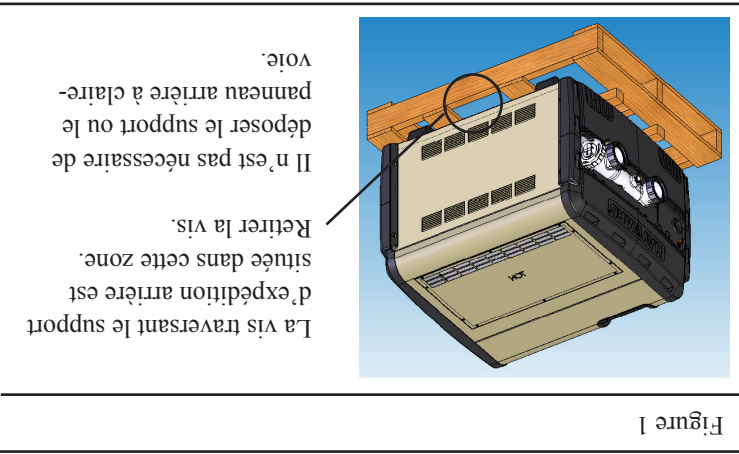

Figure 1
2. Il y a en tout trois (3) vis utilisées pour attacher le réchauffeur à la palette en bois. Toutes les trois doivent être retirées pour séparer le réchauffeur de la palette. L'une (1) d'elles est située en bas, à l'arrière du réchauffeur, comme indiqué sur la figure 1.